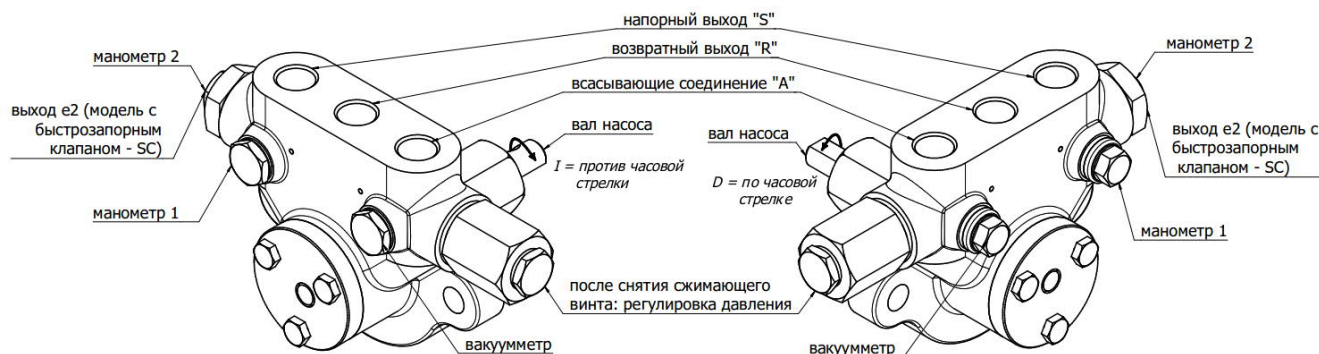

Рис. 1
- Заполнить насос маслом через всасывающее отверстие „А“ (см. Рис.1), затем присоединить всасывающий трубопровод.
- Для присоединения манометра удалите резьбовую пробку (см. Рис.1). Манометр, присоединенный над отверстием „А“, показывает давление во всасывающей стороне, над отверстием „S“ - показывает давление в нагнетающей линии. Манометр, присоединенный над отверстием „манометр 2“ показывает также давление в нагнетающей линии. При выборе манометра обратите внимание на соответствие диапазона измерения диапазону рабочего давления насоса.
- Для регулировки давления насоса удалите резьбовую пробку (см.Рис.1).